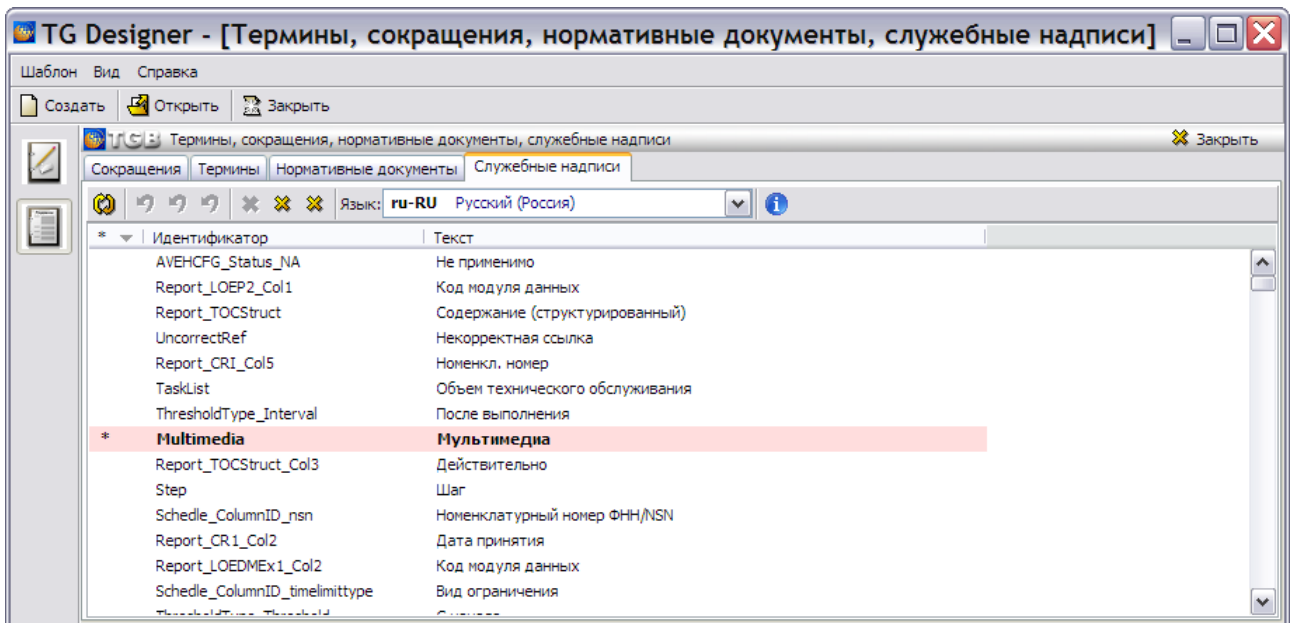

Рис. 7.21
4. Отредактируйте служебную надпись и нажмите на клавишу ENTER на клавиатуре. Измененная служебная надпись будет выделена жирным шрифтом, строка с надписью окрасится (Рис. 7.21).